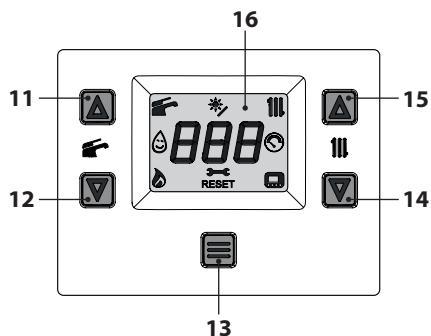

Figura 6.6
- Tenere premuto per 5 secondi il tasto 13 fino a far apparire sul display entrambe i simboli  e  (Figura 6.6).
- Spegner la caldaia tenendo premuto per 5 secondi il tasto 13 (Figura 6.6) fino a far apparire sul display LCD il simbolo  (i trattini vengono accesi in sequenza per simulare uno scorrimento) (Figura 6.5).